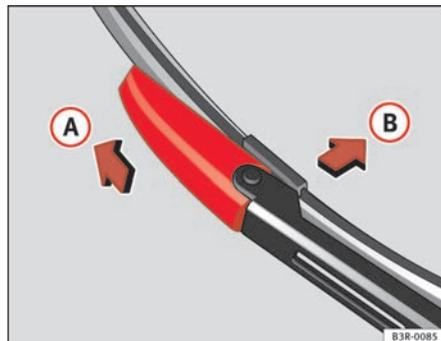

Fig. 169 Retirer le balai
- Poussez le dispositif de verrouillage du balai d'essuie-glace dans le sens de la flèche ⇒ fig. 169 (A). Pour ce faire, maintenez le balai d'essuie-glace.
- Retirez le balai d'essuie-glace (B) hors de la fixation sur le bras d'essuie-glace.